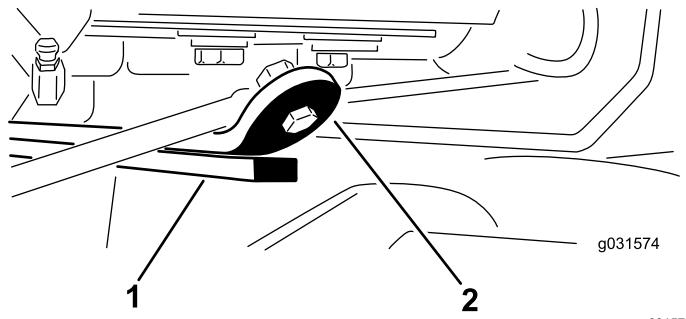

Figura 13
- 3. Ligue o motor, eleve as unidades de corte e certifique-se de que a folga entre a fita de atrito na barra de atrito da parte superior da unidade de corte traseira e a correia do para-choques é de 0,51 a 2,54 mm, como se mostra na Figura 13.